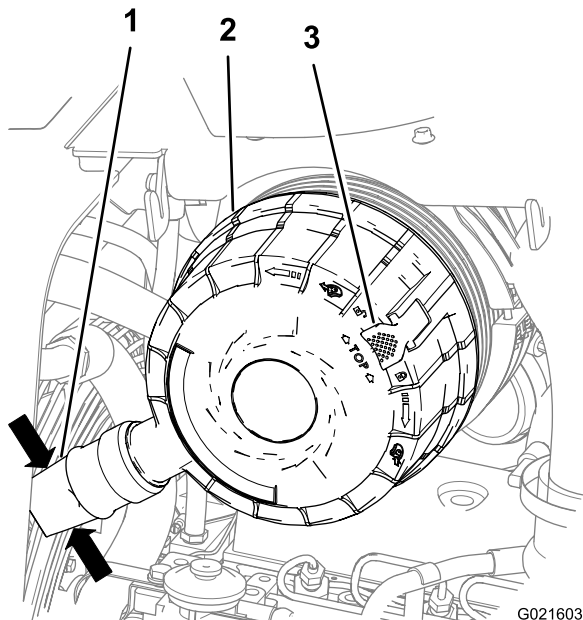

Figure 46
Serrez les côtés de la valve à poussière pour évacuer l'eau, la poussière ou les saletés éventuellement accumulées (Figure 46).
2. Tirez le verrou du couvercle du filtre à air vers l'extérieur (Figure 46).
3. Tournez le couvercle du filtre à air dans le sens horaire pour placer le capuchon antipoussière à la position 8 heures (Figure 46).
4. Poussez vers l'intérieur le verrou situé sur le couvercle du filtre à air jusqu'à ce qu'il soit complètement engagé (Figure 46).